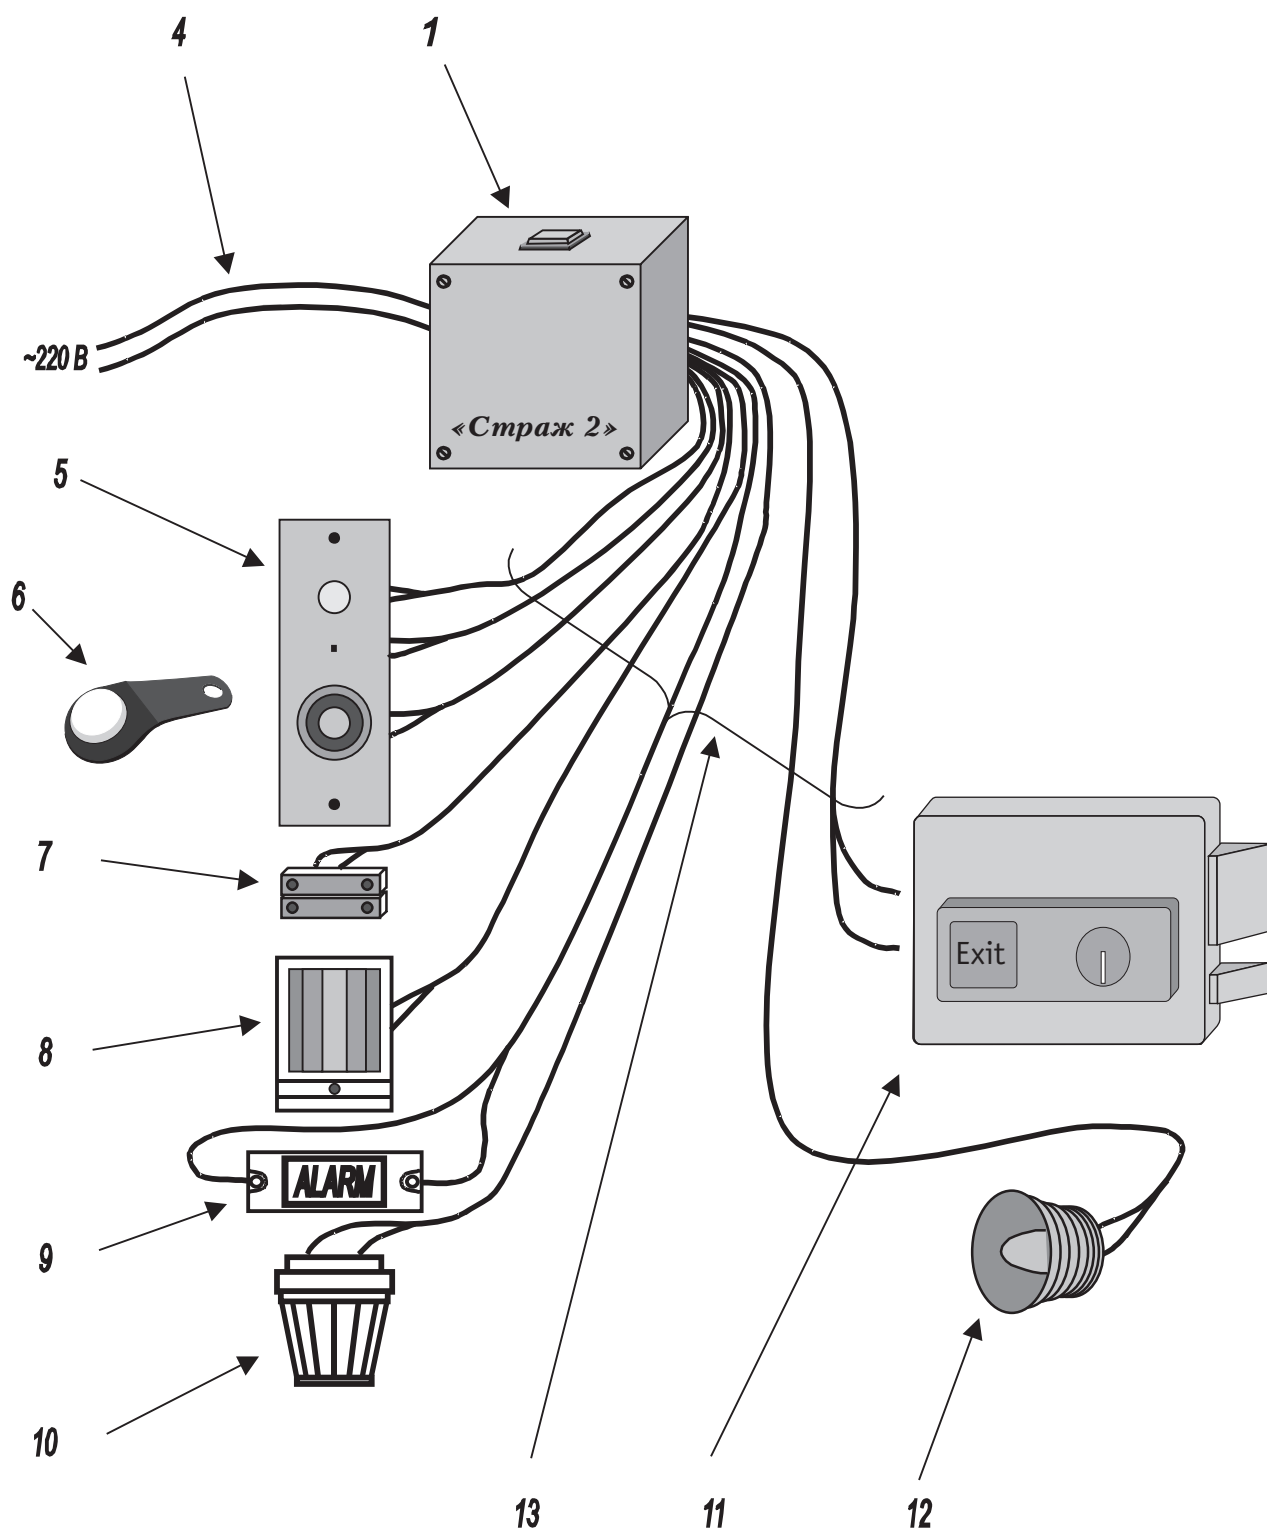

Рис.4.1. Охранная минисистема установленная на объекте.
4.3. Инсталлированная на объекте охранная минисистема представляет собой следующую совокупность приборов (рис.4.1):